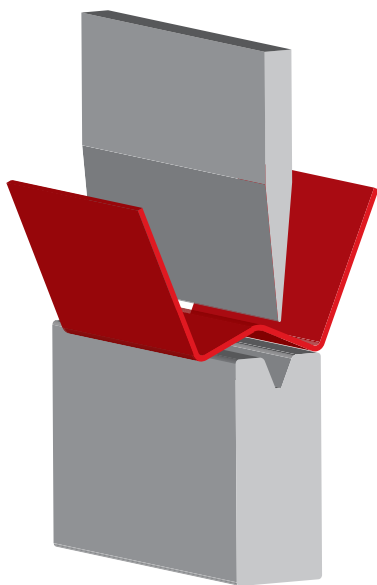

Fig. 8.16
- Met tegendrukken zijn er, in overleg, kleinere vormen mogelijk. Houd er wel rekening mee dat dit lichte vervorming met zich meebrengt. (Fig. 8.16)